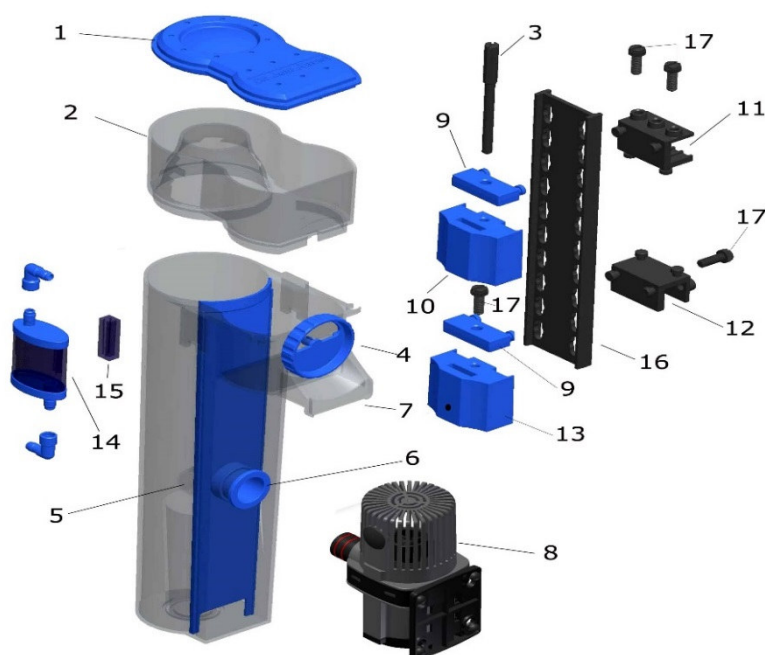
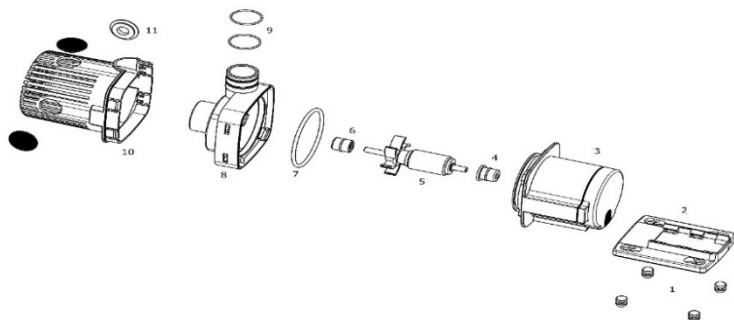

Рис. 1: EVO 500
Рис. 2: Устройство DC Runner 1.2
Насос-диспергатор DC-Runner 1.2 приводится в действие электронным трансформатором безопасности AC 110 - 240 В / 50 - 60 Гц с выходным напряжением постоянного тока в 24 В. Потребляемая мощность насоса - 12 Вт, класс защиты - IP X8. Чтобы открыть насос, необходимо удалить крепёжную пластину, повернув затвор корпуса гироскопа (рис. 2, п. 8). **Помпу следует монтировать засасывающей стороной вверх (см. рис. 1), иначе она может заглохнуть.**
Насос-диспергатор EVO 500 забирает воду из аквариума или фильтровальной камеры, автоматически смешивает её с воздухом в корпусе насоса с помощью созданного вакуума и разбивает фирменным ротором с 3D игольчатым колесом от Aqua Medic на мелкие пузырьки. Затем эта водно-воздушная смесь перекачивается в реакционную трубу скиммера, где органические вещества на пузырьках пены собираются в чаше для пены. Очищенная вода течет вверх из скиммера в желоб (рис. 1, п. 7) и обратно в аквариум или резервуар фильтра.
Сначала флотатор собирается в соответствии с рис. 1. Он может быть легко прикреплен к держателю на аквариумном стекле или к стеклянной фигурной скобе. Они должны быть легкодоступны, и находиться в защищенном месте - сбоку или сзади. Насос вставляется в штуцер (6) скиммера, кабельные точки располагаются внизу, воздушный шланг идет вверх к звукопоглотителю (14). Звукопоглотитель монтируется с помощью кронштейна (15) к чаше пеноотделителя (2) или аквариумному стеклу. Для этого снимите защитную пленку с клейкой ленты. Поверхность склеивания должна быть чистой и обезжиренной.